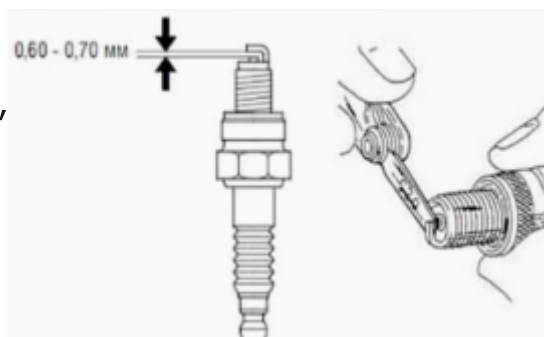

Рис.42
4. Проверьте зазор электрода с помощью щупа и при необходимости установите зазор 0,7-0,8 мм. См. Рис. 42.